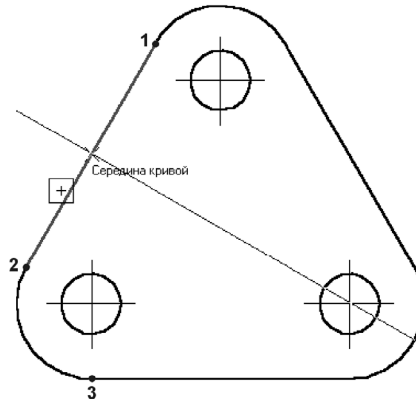

Рис. 27.3. Построение вспомогательной прямой
- Фантом вспомогательной прямой будет зафиксирован в заданной точке (рис. 27.3).